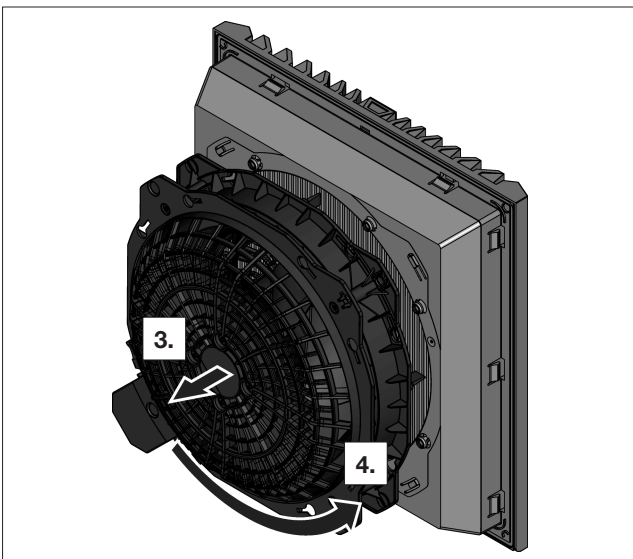

Bild 11: Vridning av fläkthuset
- Vrid sedan fläkthuset 90°, 180° eller 270° så att elanslutningen hamnar i önskat läge (se bild 11).